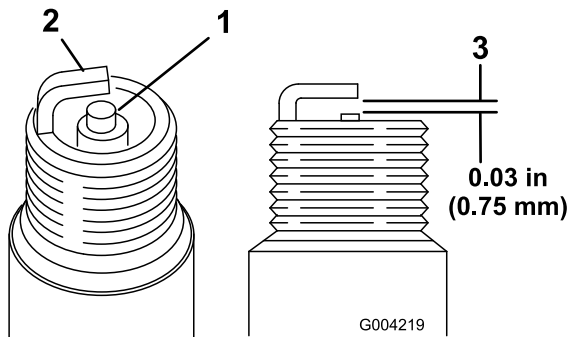

Figura 51
1. Mire la parte central de ambas bujías (Figura 51). Si se observa un color gris o marrón claro en el aislante, el motor está funcionando correctamente. Si el
2. Compruebe la separación entre los electrodos central y lateral (Figura 51).
3. Si la distancia no es correcta, doble el electrodo lateral (Figura 51).